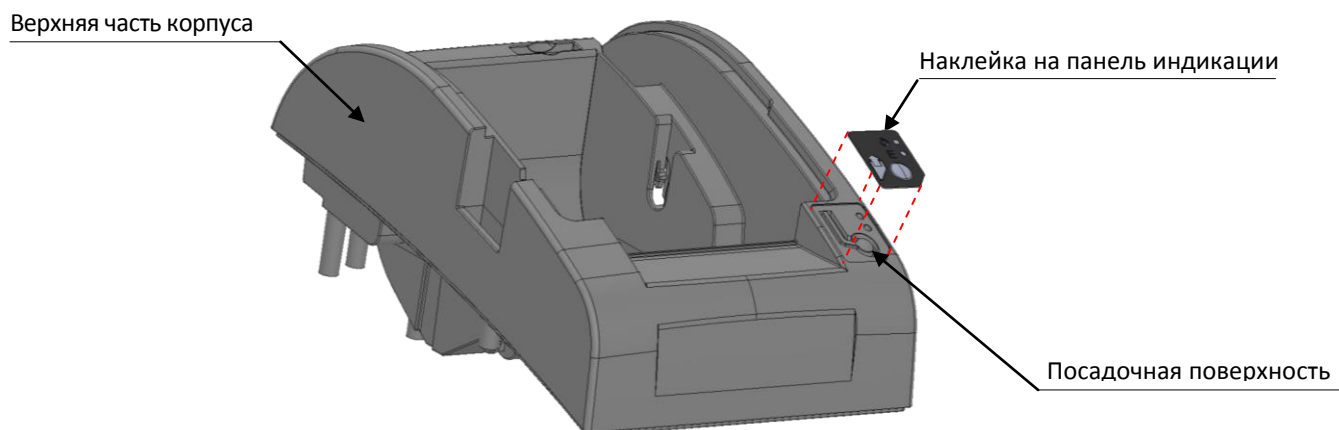

Рисунок 18. Посадочная поверхность верхней части корпуса изделия
- **Наклейка на панель индикации** устанавливается на верхнюю часть корпуса. Установка наклейки производится на посадочную поверхность верхней части корпуса изделия (смотрите рисунок 18), которую предварительно необходимо тщательно обработать спиртом и вытереть насухо мягкой тканью.